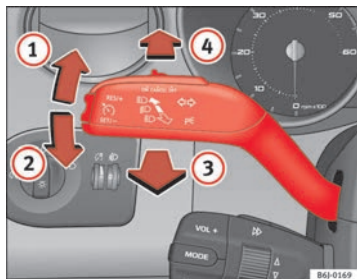

Abb. 57 Blinker und Fernlichthebel
- Drücken Sie den Hebel bis zum Anschlag nach oben ⇒ Abb. 57 ①, um **rechts** zu blinken, bzw. nach unten ②, um **links** zu blinken.
- Drücken Sie den Hebel nach vorne ⇒ Abb. 57 ④, um das Fernlicht einzuschalten.